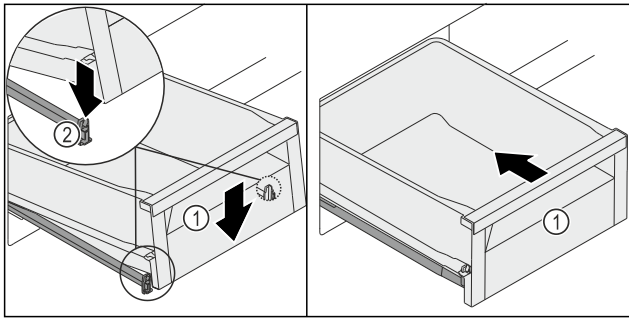

Fig. 137
- ▶ Опустите выдвижной ящик Fig. 137 (1) вперед, чтобы он установился слева и справа в зажим Fig. 137 (2).
- ▶ Выдвижной ящик Fig. 137 (1) зафиксируется со характерным щелчком.
- ▶ Вдвиньте выдвижной ящик Fig. 137 (1).